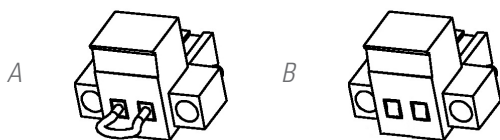

Fig. 16. Conector para el EPO externo.
- La conexión del SAI con el módulo de baterías se realizará mediante la manguera de cables suministrada, conectando en primer lugar uno de los extremos a los bornes o conector del SAI y el otro a los bornes o conector del módulo de baterías. A modo de ejemplo ver la Fig. 16.